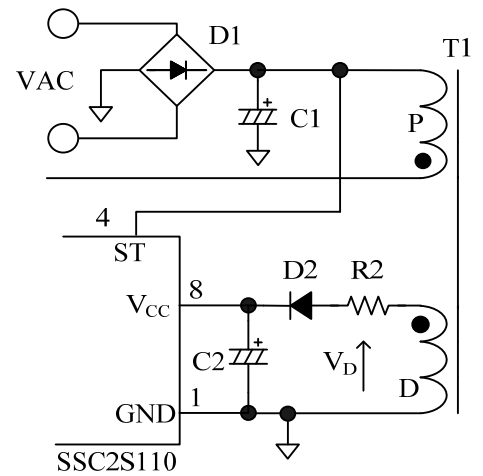

图 7-1 VCC 端子周边电路
VCC 端子周边电路如图 7-1。
若控制电路动作后，对 Vcc 端子施加的电压会变成图 7-1 中的辅助绕组电压  $V_D$  进行整流平滑后的电压。Vcc 端子电压会在当前电源规格的输入输出变化范围内调整辅助绕组 D 的匝数，以达到 (3) 式的范围之内。辅助绕组电压的目标约为  $15 \sim 20\text{V}$  左右。